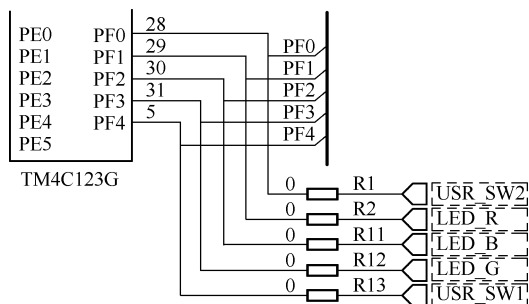

图 5-9 TM4C123GXL 开发板三只 LED 的硬件连接图
1) EK - TM4C123GXL 开发板三只 LED 的硬件连接图如图 5-9 所示。